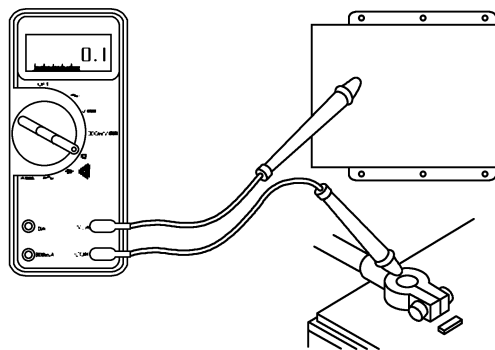

图 4-26 测量蓄电池负极
② 测量蓄电池负极接线柱与以下各处之间的电阻,如图 4-26 所示。需测量处是:ECM 壳体、发动机机体、起动机负极接线柱、发电机负极接线柱、防火墙接地接线柱、驾驶室接地和车架。